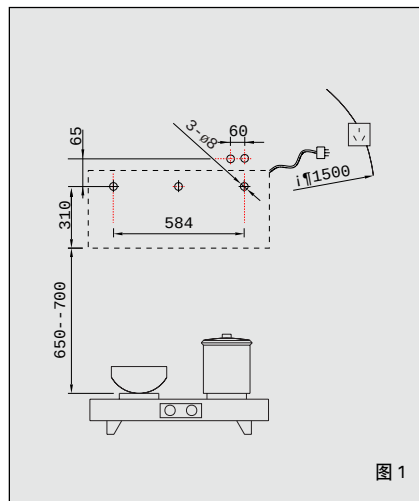
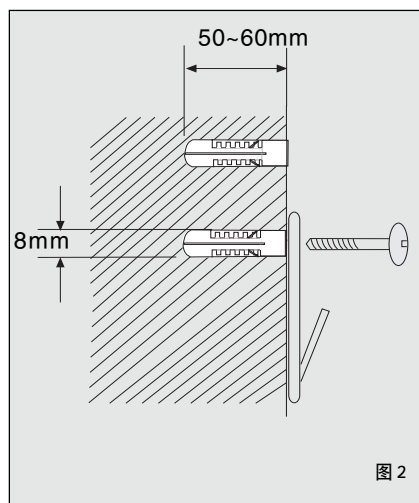

图 1
图 2
1、按图 1 尺寸在灶具上方坚实的地方准确确定冲击钻钻孔位置。冲击钻配上 $\varnothing 8$ 的麻花钻头或 $\varnothing 6$ 的冲击钻头，在钻孔位置上钻出5个直径为8 mm，深为50~60mm的孔，牢固埋设膨胀管，旋入木螺钉拧紧。（如图 2）
- ☆ 电源插座应在小于1500mm的地方（如图 1 所示）。